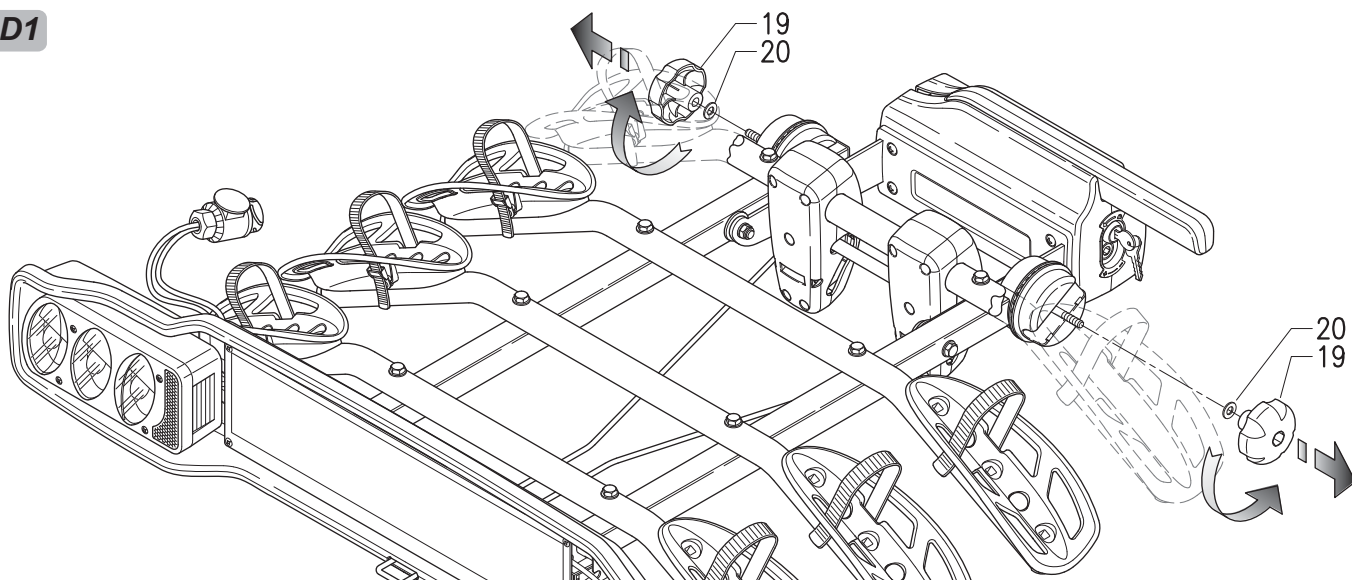

Fig. D2
- 2) Die Stopfen 3 in die Tragbügel 4 (Abb. A) und den Befestigungsbügel 5 einfügen (Abb. D2).
- Die Schritte 1, 2 (nur für art. 706/4) und 3 ausführen (Abb. D2);
- Den Befestigungsbügel 5 in den Sitz der Einstellräder 21 einsetzen und ihn dann mit den Unterlegscheiben 20 und den Kugelgriffen 19 fixieren (Abb. D2).